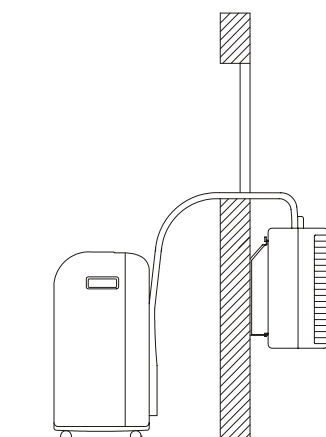

Bild 8
2. Hängen Sie das Außenteil in die Wandhalterungen ein und sichern Sie es mit den mitgelieferten Schrauben M4 (Bild 8 und 9).